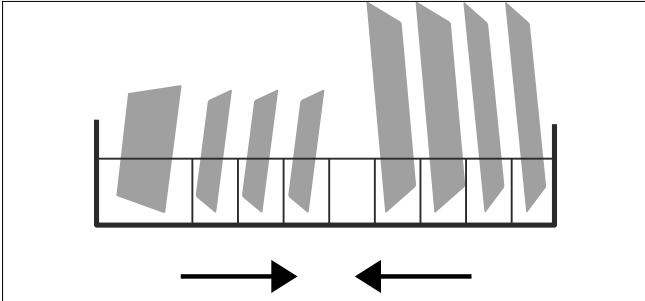

Fig. 16 – Chargement du panier à vaisselle
- ▶ Chargez le panier à vaisselle (6) comme illustré dans l'exemple de **Fig. 16**. La flèche indique le sens d'insertion.